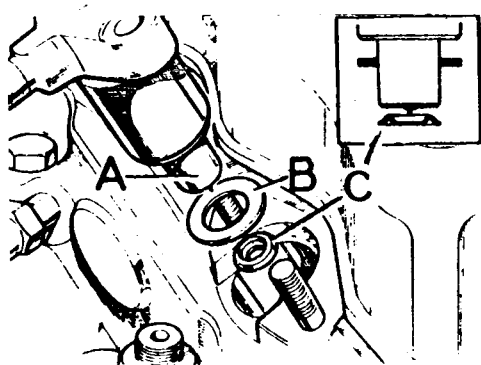

Fig. A3-13 Posición de las arandelas obturadoras de las toberas
- 1.5. Soltar las tuercas de fijación de los inyectores a la culata, y extraer los seis inyectores unidos, teniendo la precaución de no dañar el extremo de las agujas que sobresalen por la cara frontal de las toberas, A (Fig. A3-13).
- 1.6. Extraer las arandelas de cobre, B, (Fig. A3-13), aunque éstas normalmente, salen pegadas a los inyectores. También se extraerán las arandelas de acero, C, las cuales se quedan muy agarradas al fondo del alojamiento de las toberas, por lo que deberá disponerse de un alambre con la punta en forma de L para sacarlas, así como un rascador para despegarlas.
- 2.1. Instalar nuevas arandelas de acero, C (Fig. A3-13) en los alojamientos de las toberas, con el resalte ondulado hacia la parte superior. Dichos alojamientos deberán estar limpios de carbonilla antes de montar las nuevas arandelas.